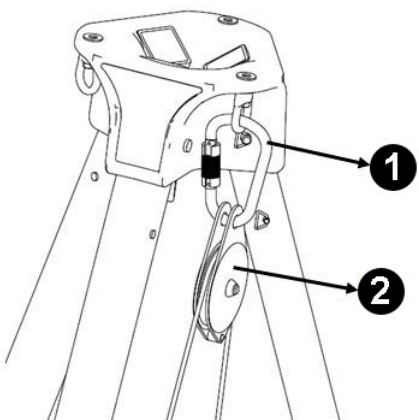

Fig. 4
- Cuelgue el mosquetón y la polea en los anclajes de la cabeza del trípode en el lado. Véase la Fig. 4. El gancho de seguridad del cabrestante debe quedar colgando hacia el interior del trípode.